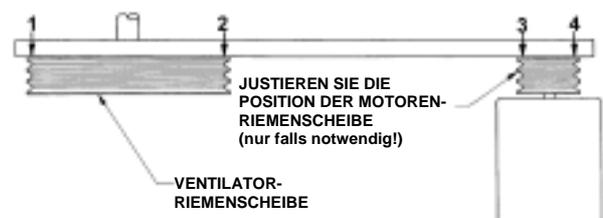

Abb. 25 – Überprüfen der Riemetriebausrichtung
9. Zur Endkontrolle kann ein Lineal von Antrieb- zur Abtriebsscheibe gelegt werden, wobei so eine 4-Punkt-Auflagefläche entstehen sollte (siehe Abb. 25). Ansonsten muss die Antriebsscheibe nachjustiert werden.